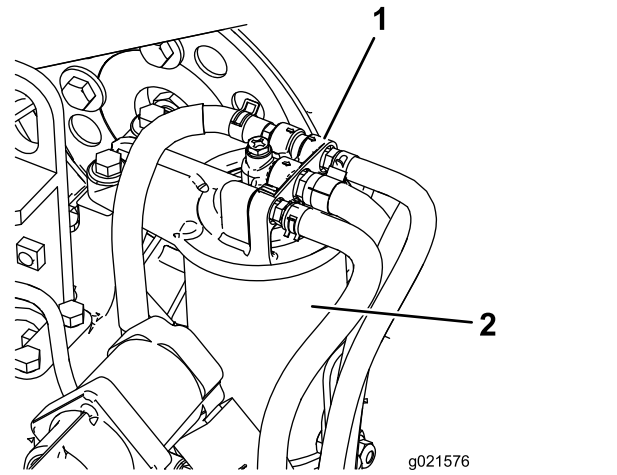

Bild 59
1. Reinigen Sie den Bereich um den Kraftstofffilterkopf (Bild 59).
2. Entfernen Sie den Filter und reinigen Sie die Befestigungsoberfläche des Filterkopfes (Bild 59).